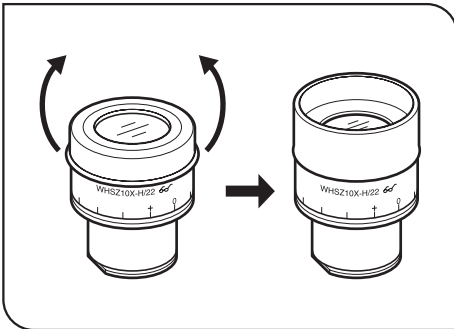

Fig. 4
**3 Usar as protecções oculares** (fig. 4)